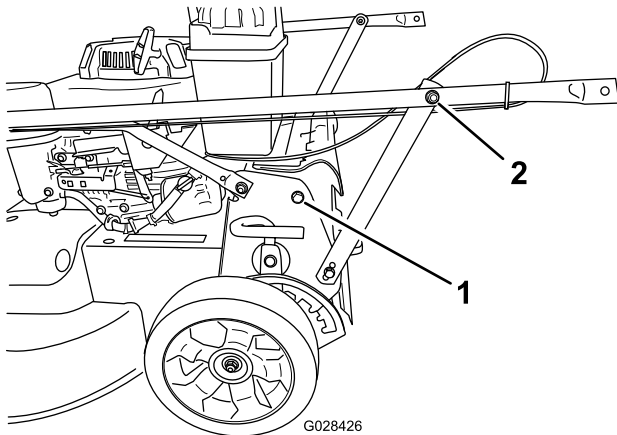

Рисунок 3
1. Выверните 2 болта из рамы машины в месте, показанном на Рисунок 3.